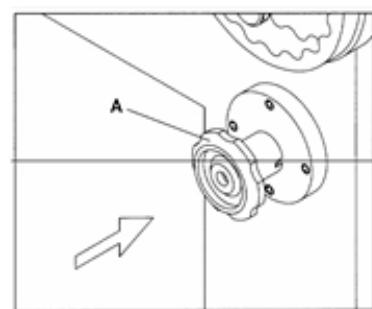

Рис. 3.10
1. Для установки шпинделя в положение "свободный шпиндель" (когда шпиндель будет свободно вращаться), вытащите ручку (А) Рис. 3.10 и поверните её по часовой стрелке. Так ручка (А) зафиксируется в положении "свободный шпиндель". На Рис. 3.10 показана ручка (А) выведенная в свободное положение шпинделя.